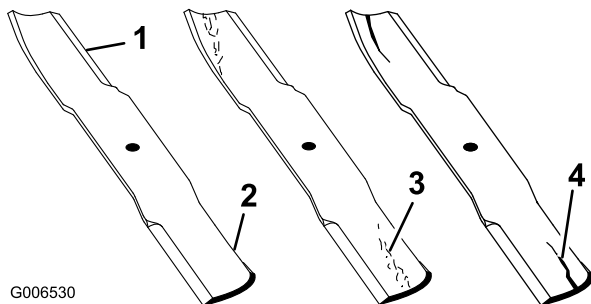

図 76
1. 刃先の部分を点検する（図 76）。刃先部分が鋭利でなかったり、打ち傷がある場合には、ブレードを外して研磨する。「ブレードの研磨」を参照。
2. ブレードを点検、特に湾曲部をていねいに点検する。破損、磨耗、割れの発生などがあれば（図 76）、直ちに新しいブレードに交換する。